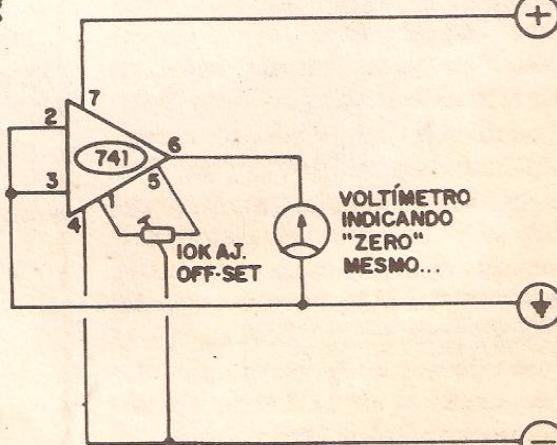

Fig.8
- FIG. 8 - AJUSTANDO O OFF-SET ("ZERANDO" A SAÍDA "NA MARRA") - Em muitas aplicações típicas, as próprias polarizações e níveis reais, aplicados às Entradas, se encarregam de "colocar" o 741 "nos eixos", quanto à posição da sua Tensão de Saída "em repouso"... Existem, contudo, aplicações circutais de precisão que exigem um nítido zeramento na Saída, estan-